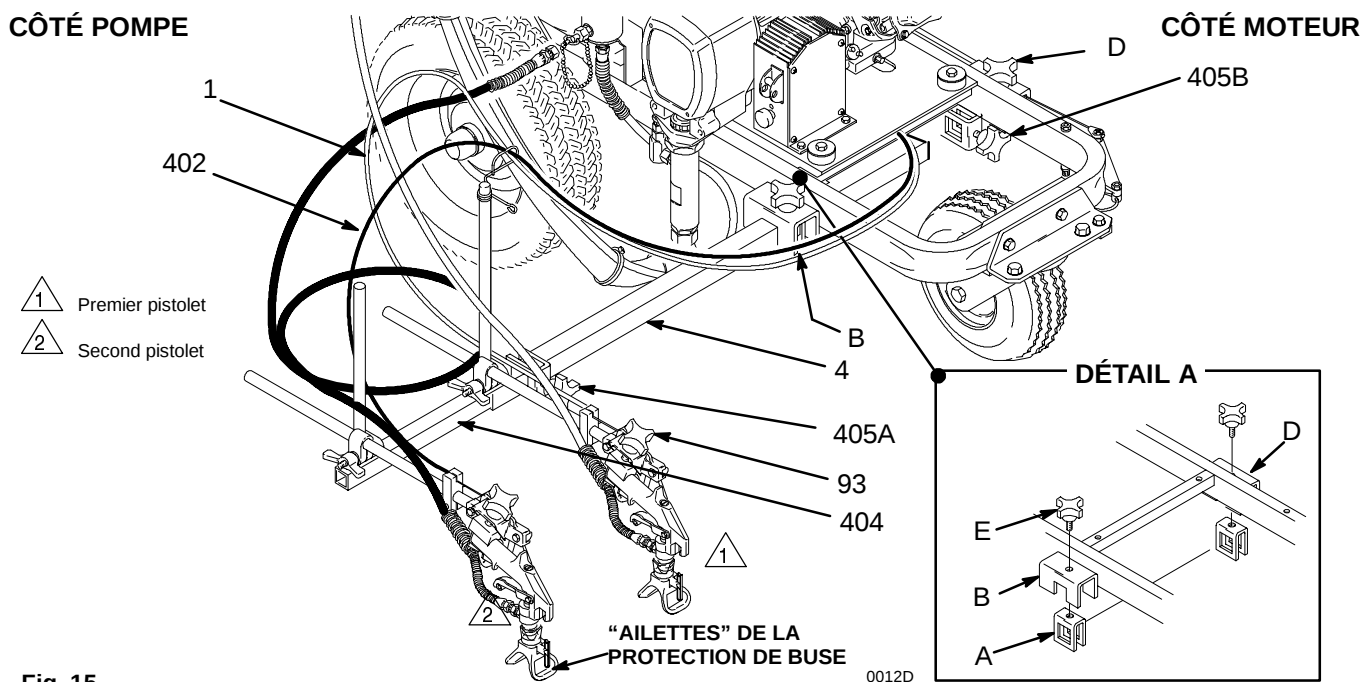

Fig. 15
2. Veiller à ce que la protection de buse RAC IV soit toujours parallèle au sol et à ce que les "ailettes" de la protection soient orientées vers l'avant et vers l'arrière de l'unité, ainsi qu'illustré à la figure 15.
2. Desserrer les molettes du porte-pistolet (93) et retirer le pistolet. Ranger les pistolets de côté.
3. Ôter les molettes (E) des deux étriers de serrage (B, D); la barre coulissante (4) et les rallonges d'étrier (A) vont tomber d'elles-mêmes. Voir Fig. 15, **DÉTAIL A**.
5. Positionner la barre coulissante en-dessous des deux étriers (B, D). Aligner les trous au sommet des rallonges d'étrier (A) sur ceux des étriers de barre coulissante et remonter les molettes (E). Voir Fig. 15, **DÉTAIL A**.
6. Desserrer les étriers (6) de bras support du pistolet et faire pivoter les pistolets vers l'avant. Resserrer les étriers.